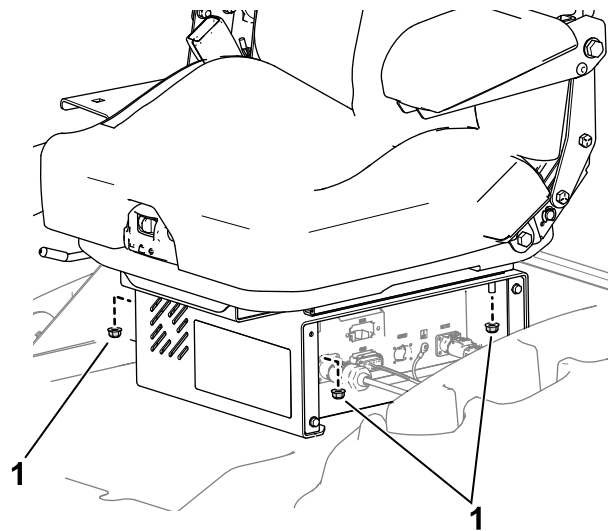

図 10
- B. ナット 4 個を使用して運転席をベースに固定する 図 10。